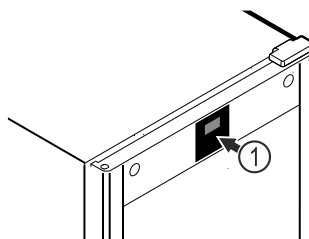

Fig. 51 Ilustratīvs attēlojums
Termometrs jau ir kalibrēts rūpnīcā (nobīde +6 kelvini). Ja iekšējā nodalījuma temperatūra atšķiras no temperatūras indikatora *Fig. 51 (1)*, jūs varat kalibrēt termometru.